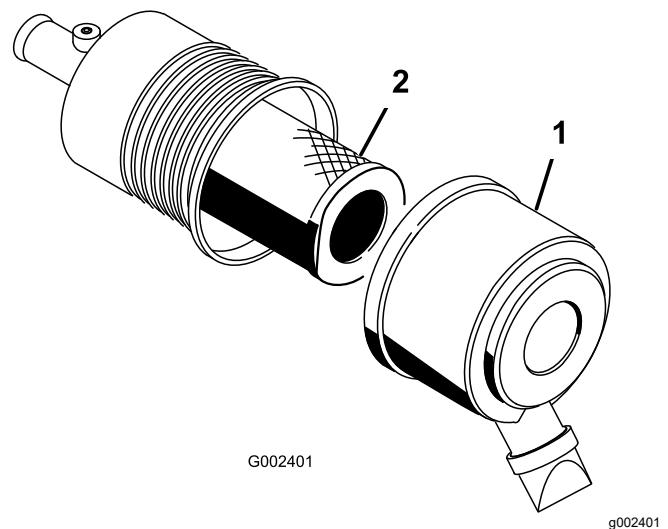

Bild 55
2. Lösen Sie die Riegel, mit denen die Abdeckung des Luftfilters am Luftfiltergehäuse befestigt ist (Bild 55).
3. Entfernen Sie die Abdeckung vom Luftfiltergehäuse (Bild 55).
5. Nehmen Sie den Filter heraus und wechseln Sie ihn aus (Bild 55).